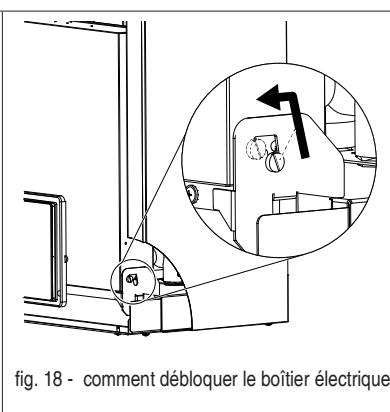

fig. 18 - comment débloquer le boîtier électrique
- saisir le boîtier électrique et le débloquer (fig. 18)